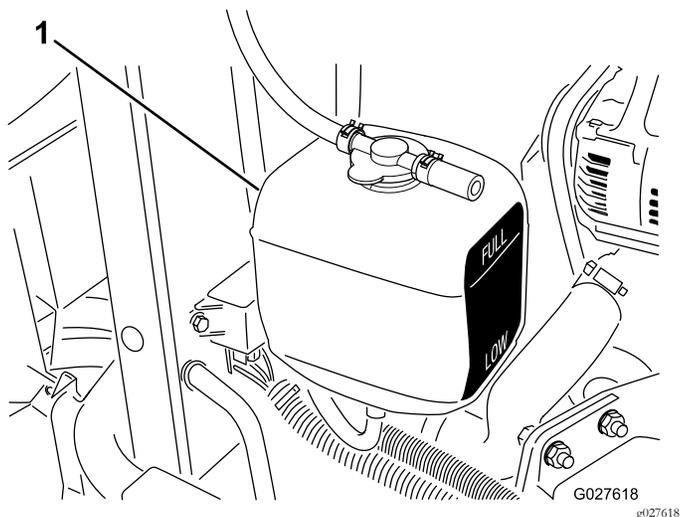

Рисунок 41
1. Проверьте уровень охлаждающей жидкости в расширительном бачке (Рисунок 41).